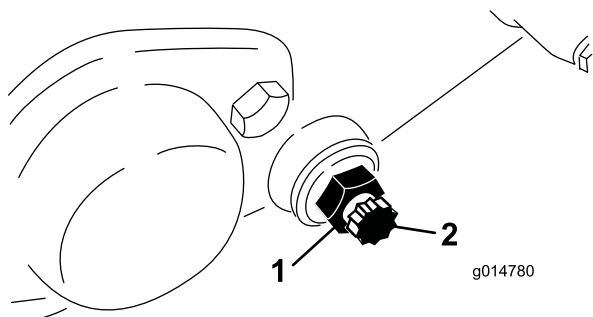

Bild 56
3. Lösen Sie an jeder Seite der Maschine die Klemmmutter, mit der die Schraube des Untermesserträgers befestigt ist (Bild 56).
4. Nehmen Sie jede Schraube des Untermesserträgers ab, damit der Untermesserträger nach unten gezogen und von der Maschine entfernt werden kann. Bewahren Sie die beiden Nylon- und die beiden Scheiben aus gestanzten Stahl an jedem Ende des Untermesserträgers auf (Bild 56).